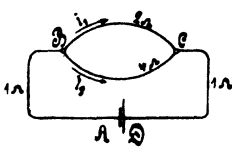

Fig. 12.
(1,5) V und dessen innerer Widerstand $\frac{1}{6}$ [0,5] (0,06) Ω beträgt, wird geschlossen durch zwei Drähte AB und CD (Fig. 12) von je 1 [0,8] (1,5) Ω Widerstand und den beiden zwischen B und C liegenden Drähten von 2 [1,5] (3) Ω und 4 [3,5] (2) Ω Widerstand. Gesucht: